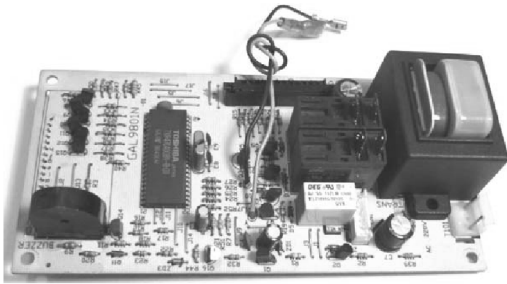

图 5-31 格兰仕 WD900ASL23 微波炉电脑板
2) 格兰仕 WD900ASL23 微波炉电脑板如图 5-31 所示。